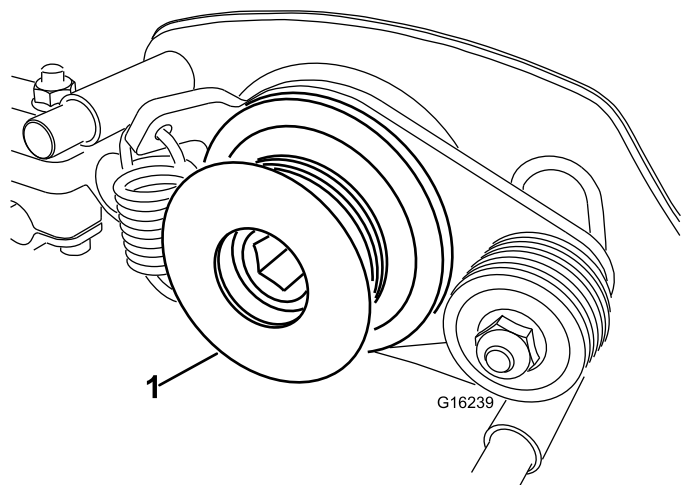

Рисунок 7
7. Снимите ведущий шкив механической щетки с вала барабана (Рисунок 7).